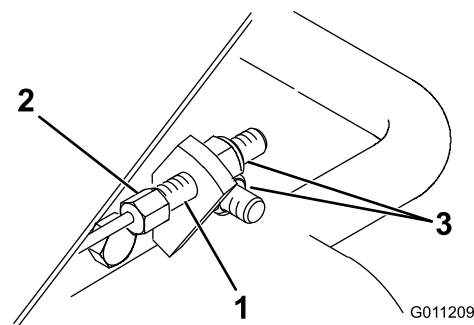

図 48
1. ケーブルの端部についている六角部にスパナを当てて回らないように保持しながら、もう一本のスパナでナットを回して調整する(図 48)。